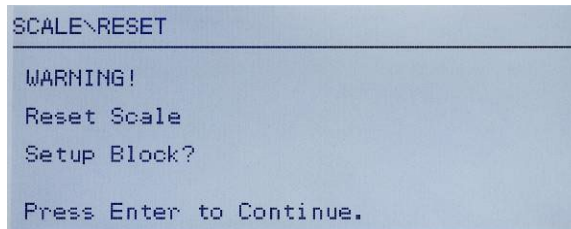

Abbildung 3-30: Warnbildschirm über das Zurücksetzen des Terminals
- Verwenden Sie die Navigationstaste AB, um „Zurücksetzen“ zu wählen, und drücken Sie dann auf EINGABE. Auf dem Bildschirm wird eine Warnmeldung über das Zurücksetzen des Waagen-Setups eingeblendet (Abbildung 3-30).